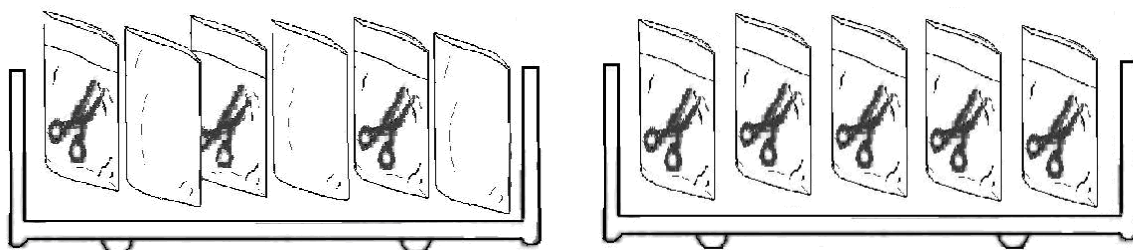

Figura 3
3. Si los implementos son empacados con las mangas para esterilización y se colocan dentro de la caja de esterilización, asegúrese de desplegar los artículos según se muestra en la Figura 3.